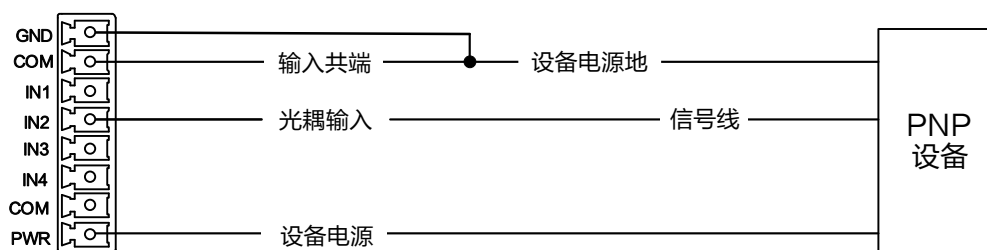

图4-15 输入信号接 PNP 设备（方式 2）
- 外部设备可通过光源控制器的 PWR、GND 接口进行供电，供电电压为 24V，最大输出电流为 150mA，接线图请参见图4-15 所示。